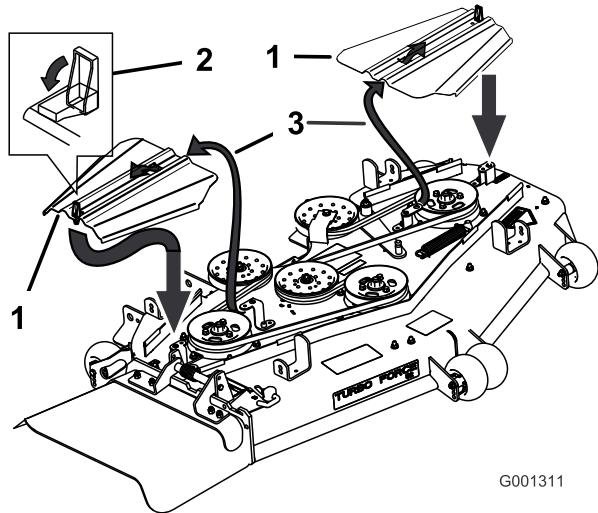

Figura 57
3. Retire las cubiertas de la correa (Figura 57).
9. Instale las cubiertas de las correas deslizando la cubierta sobre la pestaña, instale los pernos y cierre los enganches (Figura 57).